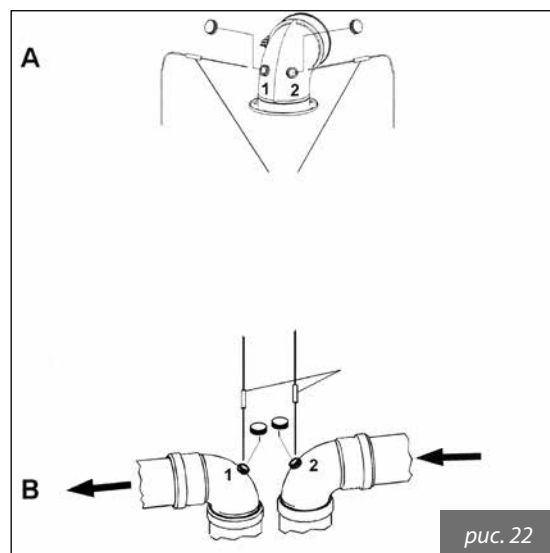

рис. 22
- Измерить температуру воздуха для горения через отверстие 2 (см. рис. 22А).
- Измерить температуру отходящих газов и содержание CO2 через отверстие 1 (см. рис. 22А).
- Измерить температуру воздуха для горения через отверстие 2 (см. рис. 22В).
- Измерить температуру отходящих газов и содержание CO2 через отверстие 1 (см. рис. 22В).